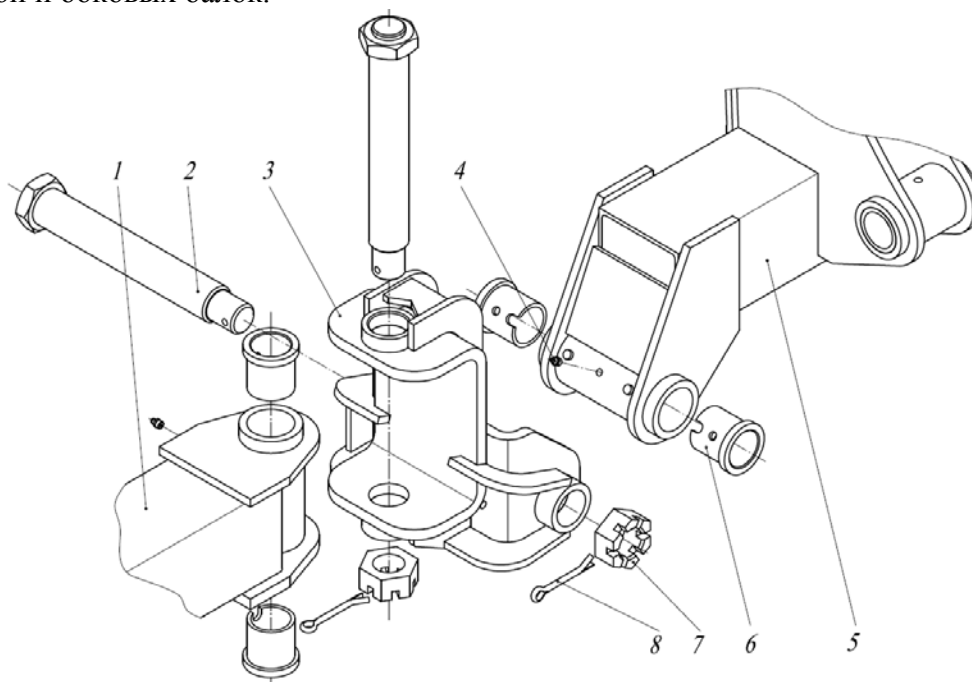

Рис.7 Шарнирное соединение балок
2.1.3 Шарнирное соединение (рис.7) служит соединительным звеном между боковыми и центральной балками и позволяет сцепке копировать рельеф почвы. Шарнирное соединение состоит из сварной крестовины 3 и осей 2 и втулок 6, собранных в кронштейнах центральной и боковых балок.